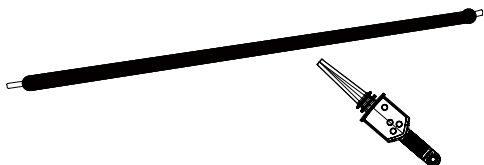

Fig. 1 Détection de tension sur un conducteur
4. Placez l'extrémité de la sonde du TIC 300 PRO à proximité de la ligne sous basse tension ($< 1000\text{ V}$) sans la toucher. Voir la figure 1.